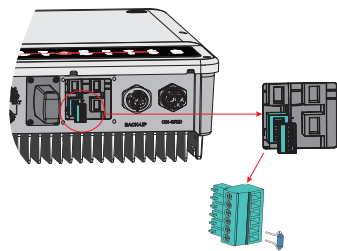

Fig. 29
1. Débranchez la borne à 6 broches et démontez sa résistance (Fig. 29).